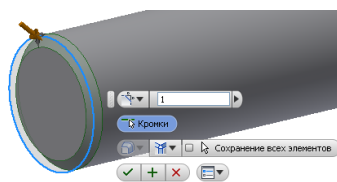

Рис. 3.31. Построение фаски
5. Постройте фаску с помощью команды «Фаска»  (рис. 3.31).